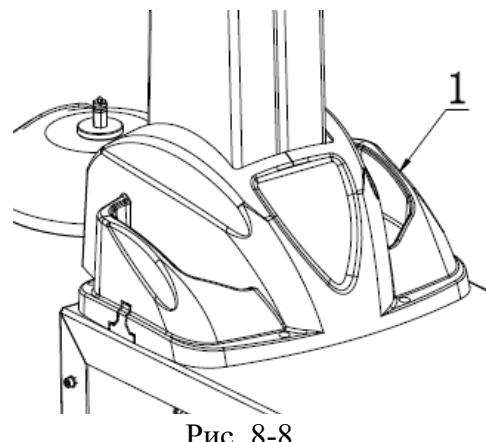

Рис. 8-8
7. Установите защитный кожух (рис. 8-8, поз. 1) на верхний блок колонны. Совместите отверстия и зафиксируйте его, используя 4 винта M6, как на рис. 8-8.